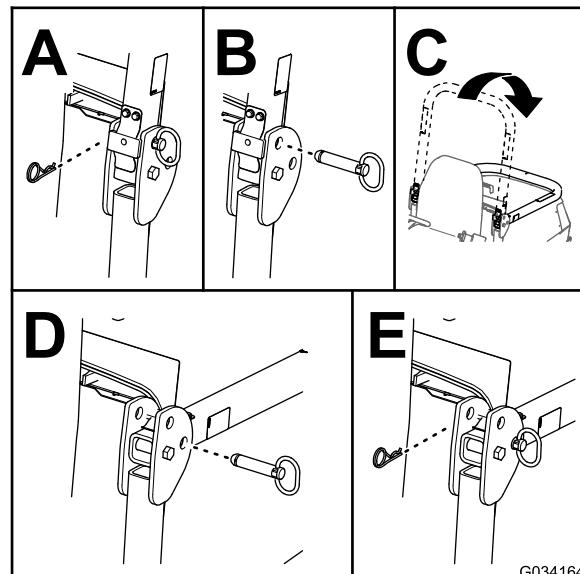

Figura 24
2. Remova os pernos de gancho e os pinos da barra de segurança (Figura 24).
3. Desça a barra de segurança e prenda-a no sítio com os pinos e os pernos de gancho (Figura 24).